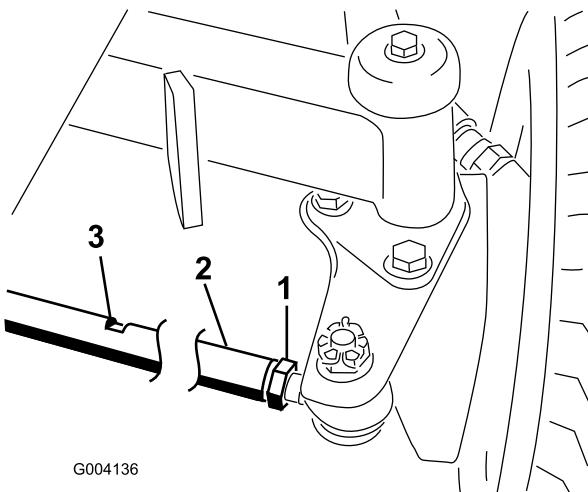

Bild 77
2. Lösen Sie die Klemmmutter an jedem Ende der Spurstange (Bild 77).